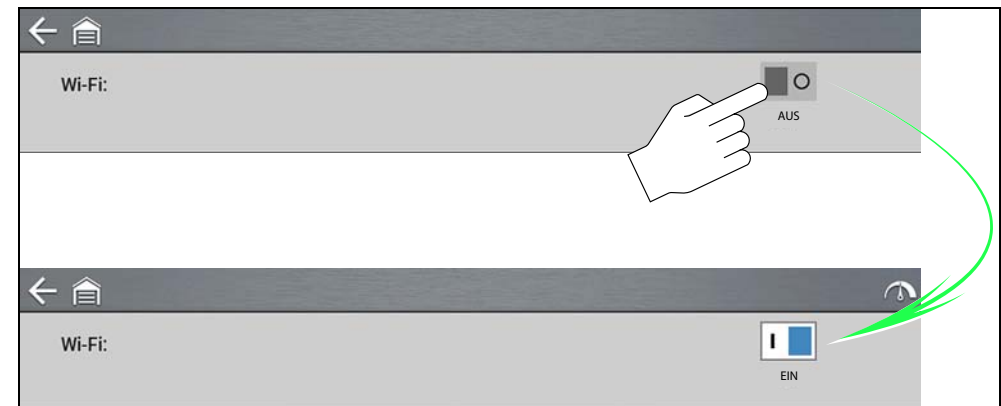

Abbildung 14-1
- Schalten Sie das WLAN ein/aus und wählen Sie das **Symbol für die WLAN-Aktivierung** (Abbildung 14-1).